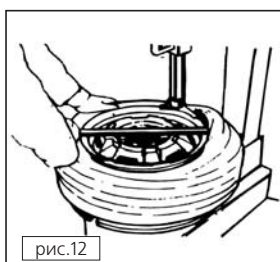

рис.12
4. Подцепите борт шины на монтажную головку с помощью монтажной лопатки и нажмите педаль 8 (на рис.1 – 8, на рис.2 – 2), чтобы привести стол во вращение по часовой стрелке. Дождитесь полного отделения борта (рис.12). Рекомендуется помещать монтажную головку примерно в 10мм справа от воздушного клапана камеры (если таковая имеется), чтобы не повредить камеру.